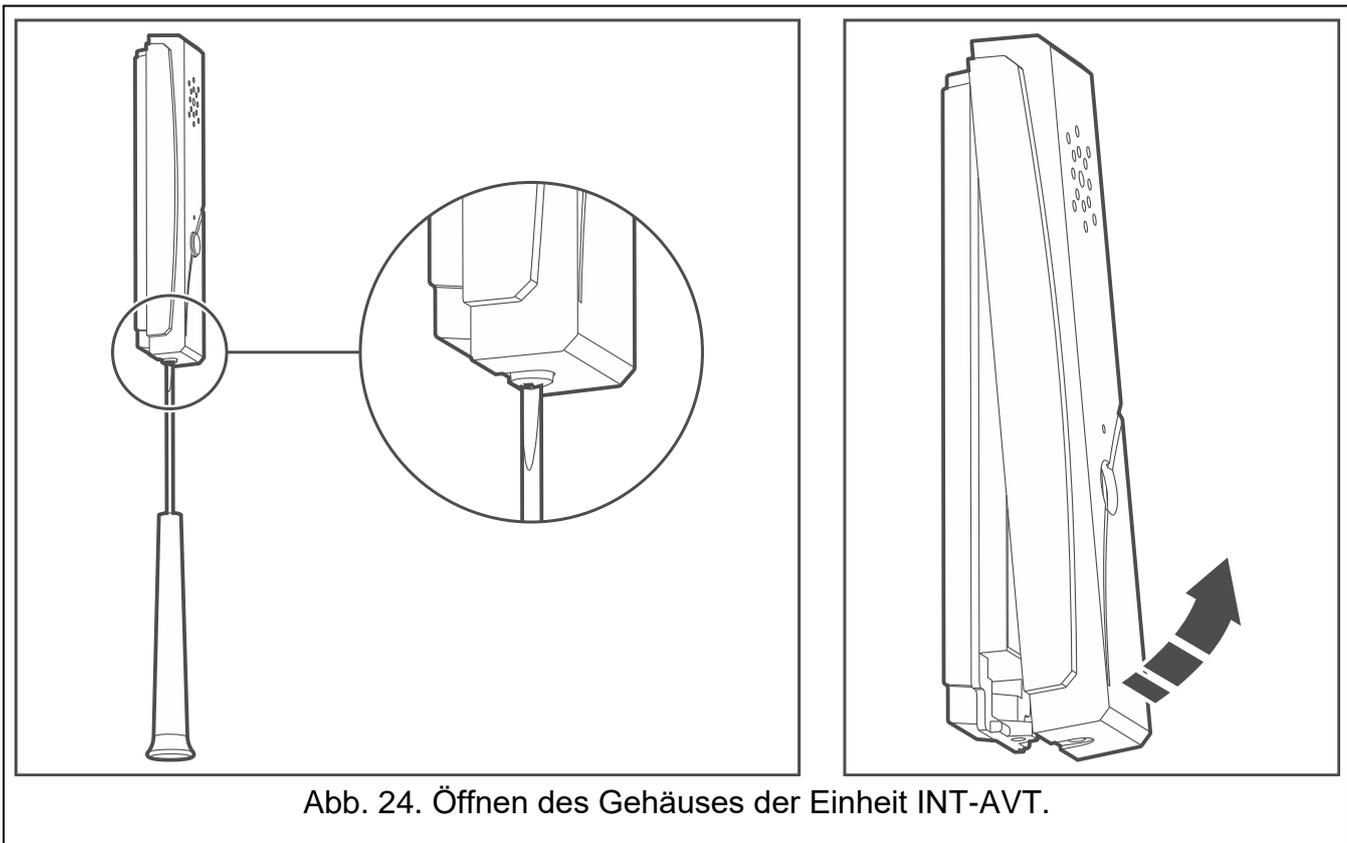

Abb. 24. Öffnen des Gehäuses der Einheit INT-AVT.
1. Drehen Sie die Schraube heraus, heben Sie den Gehäusedeckel nach oben und nehmen Sie ihn ab (siehe: Abb. 24). Der Deckel und das Gehäuseunterteil werden immer noch mit den Kabeln des Lautsprechers verbunden.